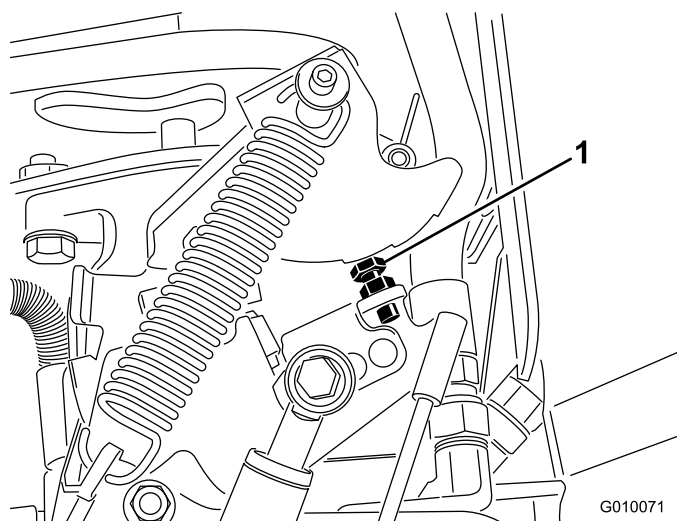

Figure 67
5. Si un réglage est nécessaire, vissez le boulon de butée de la pompe (Figure 67) pour le rapprocher de la plaque de butée et réduire l'espacement des trous ou dévissez-le pour l'éloigner de la plaque de butée et augmenter l'espacement des trous.